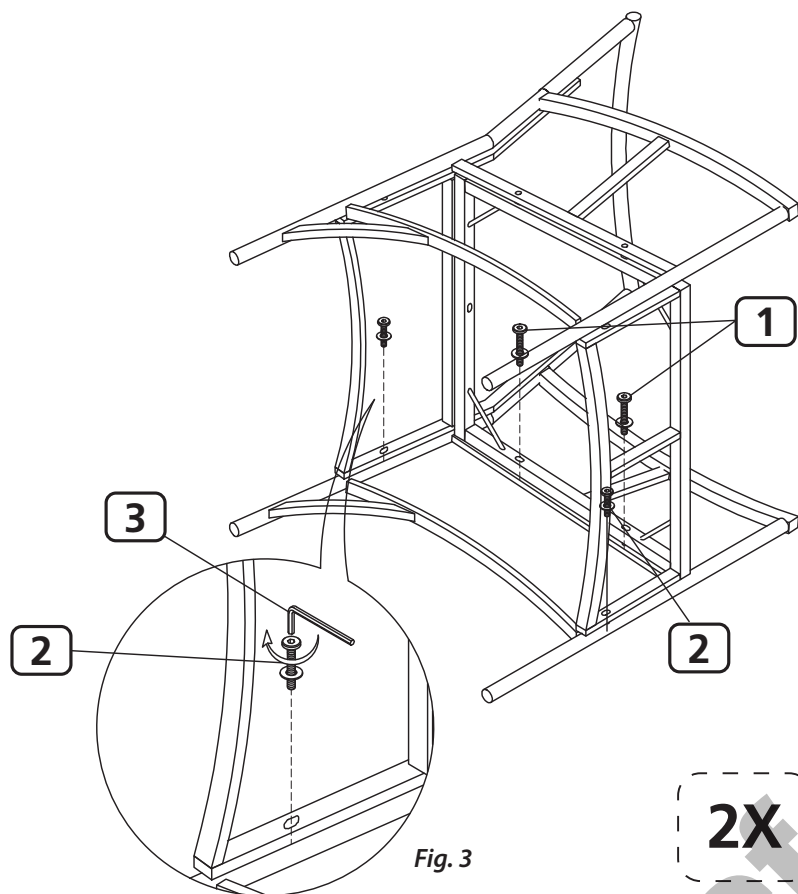

Fig. 3
Inserte un perno M6 x 25 (2) con arandela a través del agujero en la parte inferior del marco del respaldo del sillón (C) y en el lado de la pata trasera del reposabrazos (B), vea la Fig. 3. Apriete todos los pernos que quedaron sueltos durante el proceso de ensamblaje con la llave hexagonal (3).